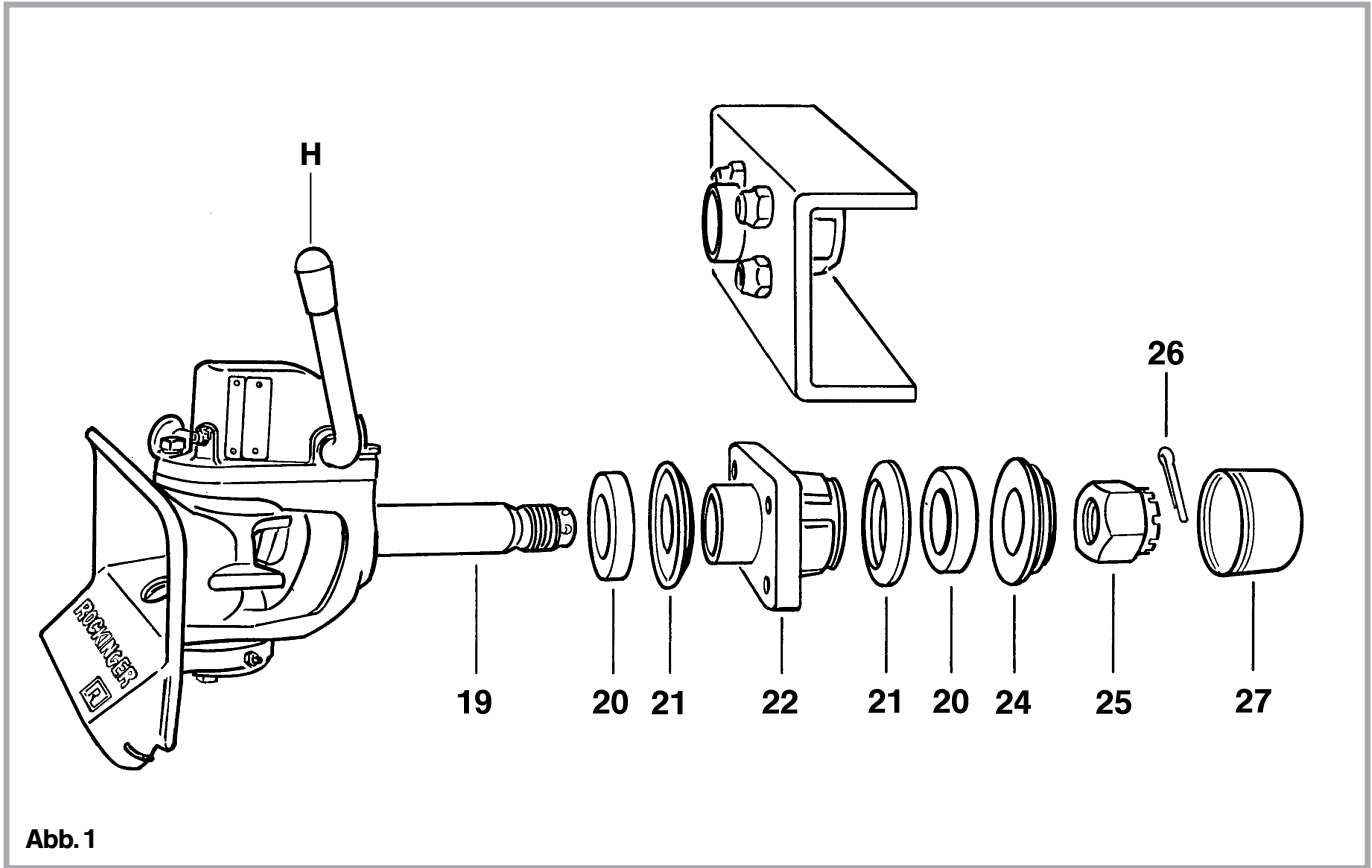

Abb. 1
- Abschlusskappe (27) abziehen, angehängten Splint (26) abnehmen, Kronenmutter (25) lösen (Abb. 1)
- Körper mit Zugstange und vorderen Federungsteilen (20, 21) aus dem Befestigungslager (22) ziehen